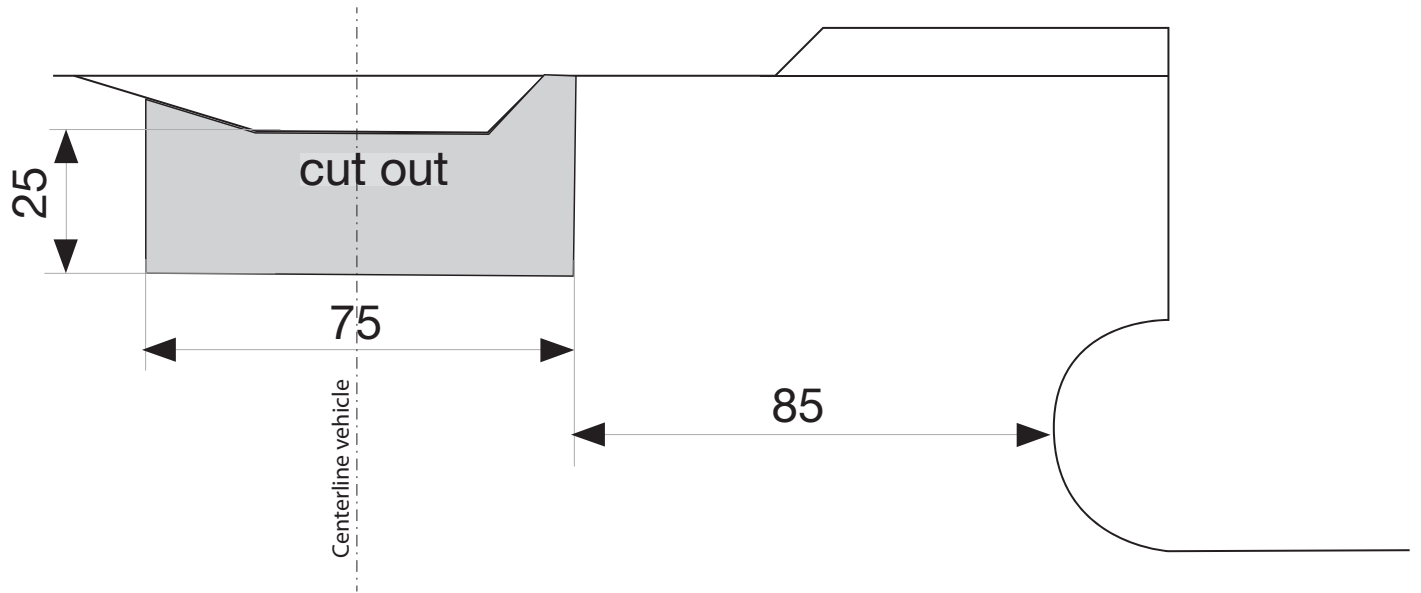

Fig.2
7. Выпилить часть из пластмассового защитного колпака в середине снизу, как указано на рис. 2.
6. Для автомобилей Т5; 2011-2015: Выпилить часть из пластмассового защитного колпака в середине снизу, как указано на рис. 2.